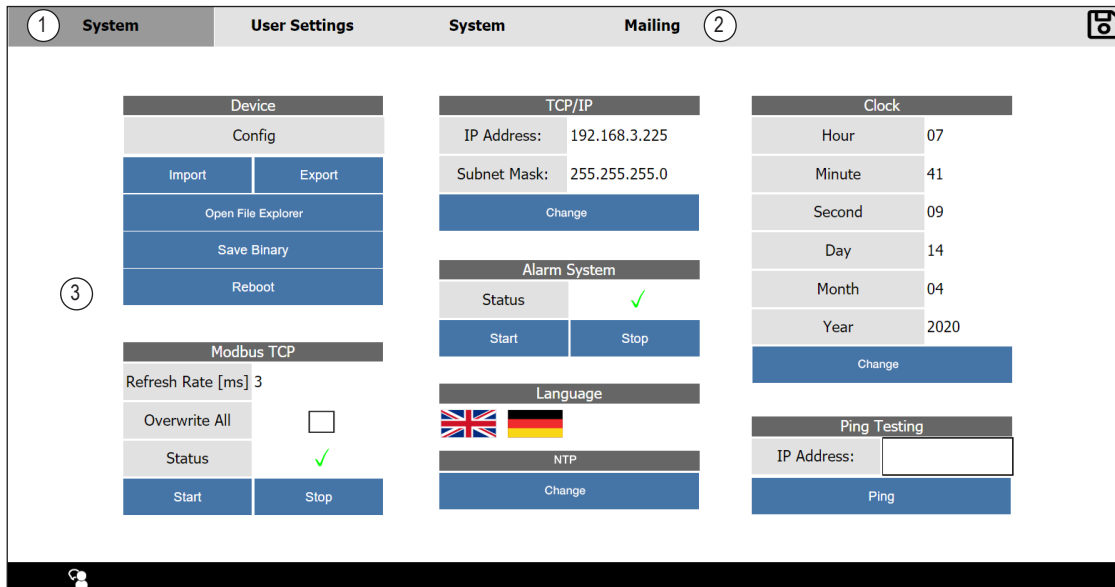

Рис. 10: системные настройки
2. При помощи кнопки *Open File Explorer* (Открыть проводник) (Рис. 10) откройте файловую систему.
7. Вставьте файл при помощи кнопки *Editor* (Редактор) (2).